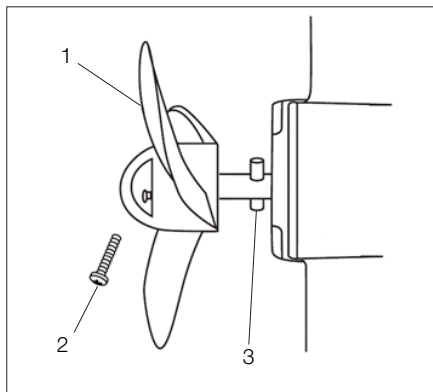

Рис. 16 Снятие гребного винта
1. Открутите винт 2 крепления гребного винта 1 (Рис. 16).
2. Снимите гребной винт 1 (Рис. 16).
2. Установите шпонку 3 (Рис. 16).
3. Установите гребной винт 1 так, чтобы шпонка 3 вошла в паз на корпусе гребного винта (Рис. 16).
4. Закрутите винт 2 крепления гребного винта (Рис. 16).